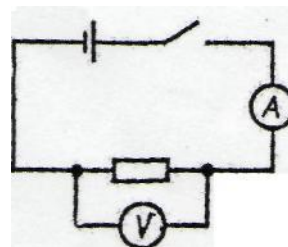

рис. 2
4. Составить цепь по схеме, изображенной на рис. 2.